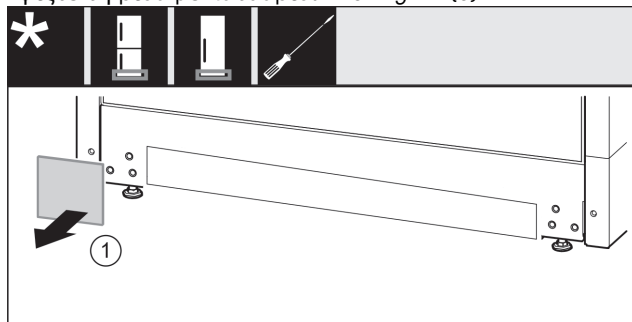

Fig. 15
- ▶ Αφαιρέστε το κάλυμμα. Fig. 15 (1)